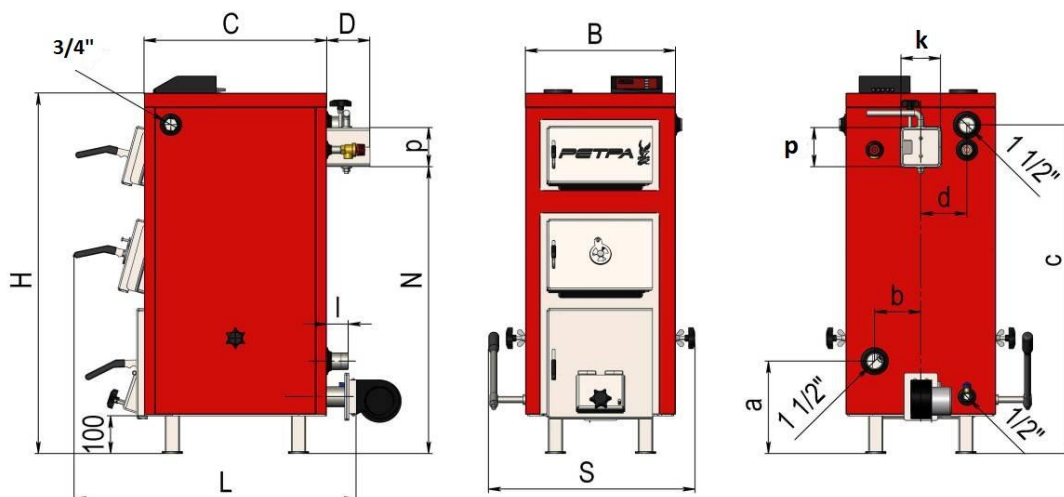

Рис.1. Габаритні та приєднувальні розміри котлів модельного ряду «Петра-5М» та «Петра-5М PLUS»
3.2. Габаритні та приєднувальні розміри котлів модельного ряду «Ретра-5М» та «Ретра-5М PLUS» наведені на Рис.1 та таблиці 3.